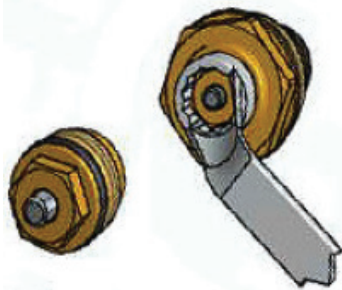

Рис.7 Замена регулировочного клапана
- При течи из-под штока регулировочного клапана, головка клапана может быть снята, отремонтирована или заменена. Головка отвинчивается с помощью гаечного ключа (**Рис.7**). Сливать воду из коллектора при этом не нужно.